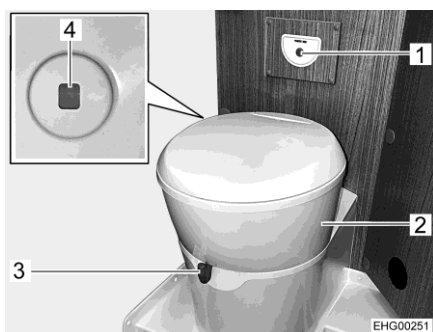

Fig. 77 Inodoro
La taza del inodoro se podrá girar a la posición deseada. Para ello, agarrar la parte superior (Fig. 77,2) del inodoro con ambas manos y girarla.
La unidad de mando con el botón del inodoro (Fig. 77,1) está instalado cerca de la taza del inodoro.
- Antes del lavado, abrir la corredera del inodoro. Para ello, empujar la palanca de corredera (Fig. 77,3) en sentido contrario a las agujas del reloj.
- Para lavar, pulsar el botón del inodoro azul (Fig. 77,1).
El color del indicador de nivel de llenado (Fig. 77,4) cambiará de color verde a rojo cuando se debe vaciar el depósito de aguas fecales.